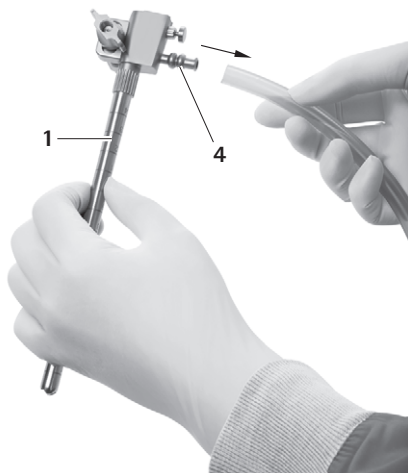

Fig. 12
- ▶ Træk slangen af skylletilslutningen 4, se Fig. 12.